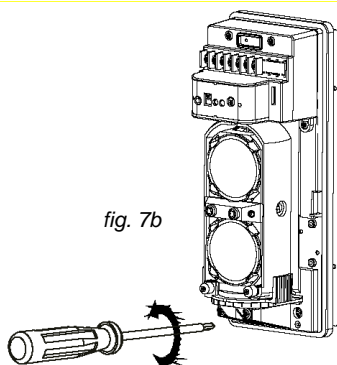

fig. 7b
- Desserrer la vis de blocage de la plaque (fig. 7b) et l'enlever en la faisant glisser en bas contre la base (fig. 7c).
- Desserrer la vis de blocage de la plaque (fig. 7b) et l'enlever en la faisant glisser en bas contre la base (fig. 7.1.c)